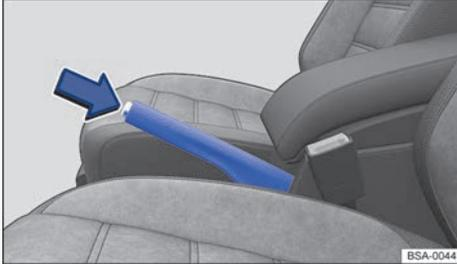

Fig. 114 Entre los asientos delanteros: freno de mano.
- Tire ligeramente de la palanca del freno de mano hacia arriba y presione el botón de bloqueo → fig. 114 (flecha).